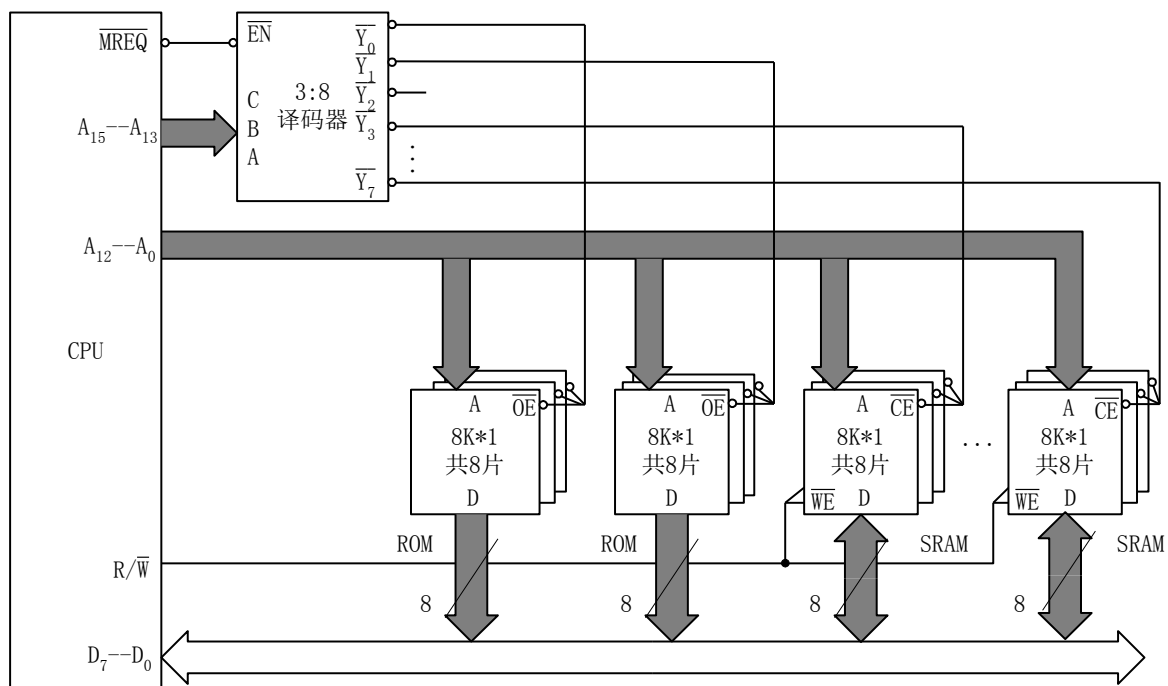

图 5-27 主存储器与 CPU 连接-2
(2) 8KB 的存储区域可以用 8 片存储器芯片构成一组实现。8K×1 的存储器芯片的地址线需要 13 条，即 A₁₂~A₀，16 条地址线的高 3 位采用与上题相同的地址译码方案，输出信号分别控制一组存储器芯片，存储器电路如图 5-27 所示，其中 ROM 芯片的连接方式与 SRAM 的类似，只是没有 R/W#控制信号输入。